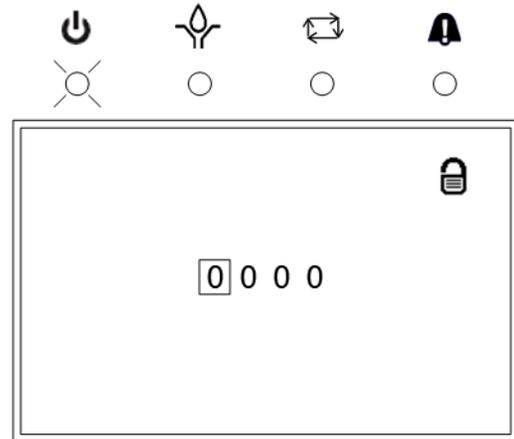

图 21
此时显示如图 21 中所示的 PIN 模式屏幕。
- 仅在 PIN 模式已启用时，才显示图 21 中所示的 PIN 模式屏幕。当 PIN 模式没有启用时，如要设置系统，参见系统设置说明，第 21 页。
- 在图 21 中所示的 PIN 模式屏幕显示前，必须在上一设置步骤中启用 PIN 模式。参见 PIN 设置，第 31 页。
2. 此时显示如图 21 中所示的 PIN 模式屏幕。
3. 使用左右箭头将光标定位在第一个空白 PIN Code（PIN 码）提示字段（图 21）上。